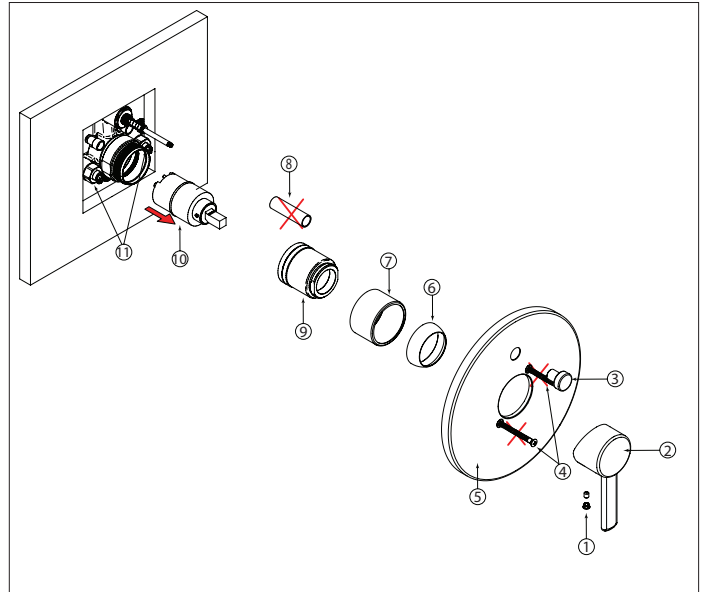

Fig. 8
Remove all the components from (1) to (8) (Fig. 8), discard the 2 screws (4). Then shut-off the two check valves (11) by turning them clockwise with a screwdriver.
Retirer tous les composants de (1) à (8) (Fig. 8), jetez les 2 vis (4). Fermer ensuite les deux valves de service (11) en les tournant dans le sens horaire à l'aide d'un tournevis.